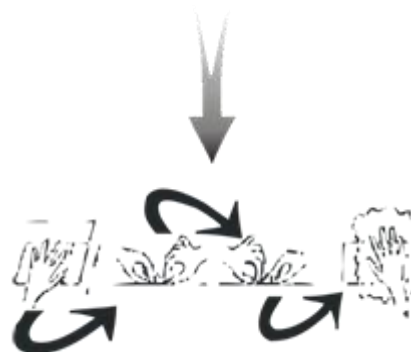

Fig. 1
2. Одной рукой удерживая наклейку на месте, другой – аккуратно переверните ее и начните снимать клейкую часть. Когда задняя часть снята, как показано на Рис.1, ровно потяните и нанесите часть наклейки на поверхность без складок.